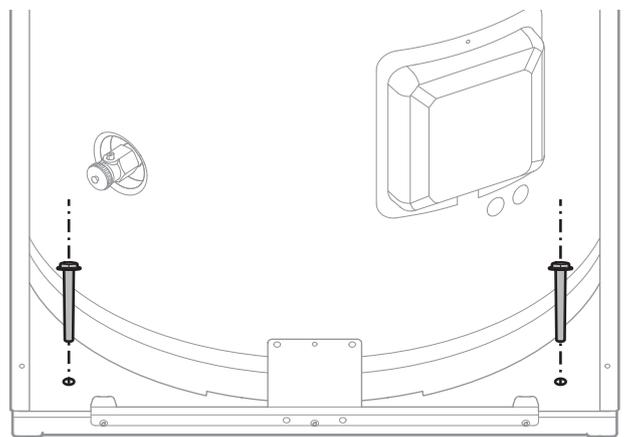

Abb. 22 - Befestigung am Boden
- Das Hydraulikmodul am Boden befestigen (Befestigung nicht mitgeliefert) (Abb. 22).